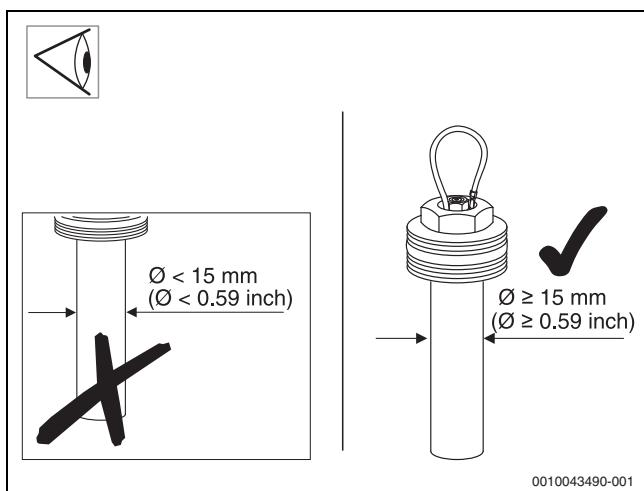

Bild 45
- Wenn der Durchmesser der Magnesiumanode weniger als 15 mm beträgt (→ Abb. 45), Anode austauschen.